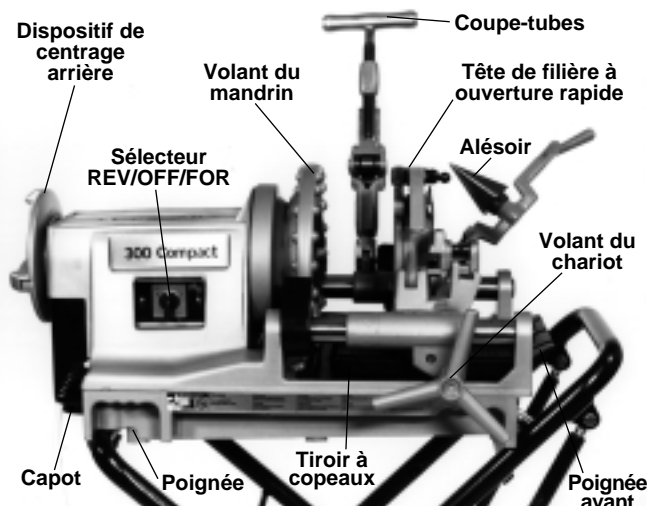

Figure 6 – Machine à fileter Modèle 300 Compact
1. Vérifiez que la machine à fileter est débranchée et que le sélecteur directionnel est en position OFF (arrêt) (Figure 6).